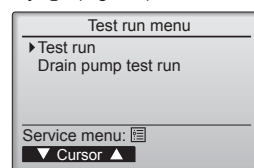

Fig. 6-4
④ Выберите режим "Test run" (Тестовый прогон) кнопкой [F1] или [F2], затем нажмите кнопку . (Fig. 6-4)